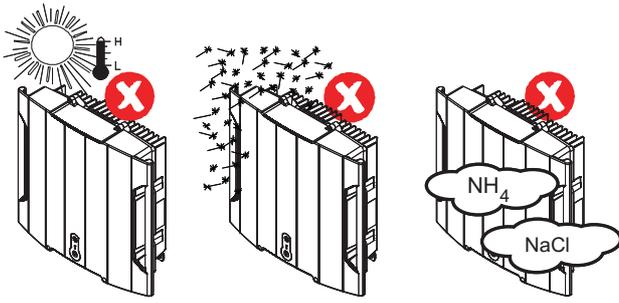

Figure 4-3
- Ne pas exposer le Soladin à la lumière directe du soleil ou toute autre source de chaleur (Figure 4-3).
- Ne pas exposer le Soladin à la poussière excessive (Figure 4-3).
- Ne pas exposer à des environnements agressifs, ammoniac ou sel (Figure 4-3).